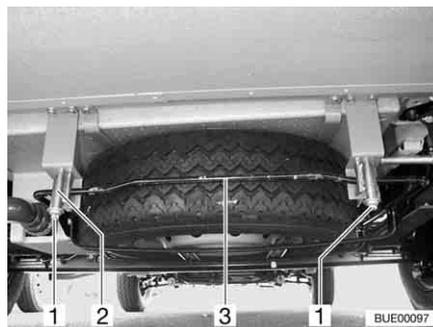

Fig. 249 Supporto per la ruota di scorta (cestino di alloggiamento)
- Allentare i dadi (Fig. 249,1) sul gancio destro e sinistro (Fig. 249,2) del supporto per la ruota di scorta.
- Premere leggermente la staffa (Fig. 249,3) verso l'alto. Contemporaneamente spingere il gancio verso il basso e sganciare la staffa.